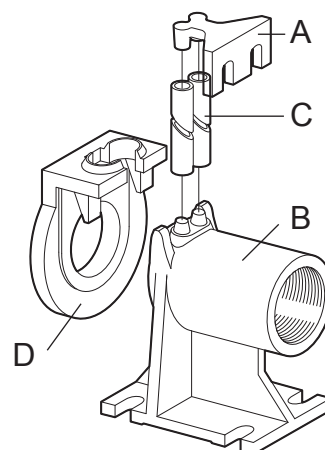

Abb. 7 Ankopplungs-Fuss
- Den Verankerungs-Bügel der Rohrführungen (Abb. 7 - Pos. A) am Rand des Beckens befestigen.
- Den Stützfuss zur automatischen Koppelung (Abb. 7 - Pos. B) am Boden des Abflussschachtes positionieren und mittels dem Senkblei überprüfen, dass die konischen Vorsprünge zum Einstecken der Rohrführungen mit den entsprechenden Vorsprüngen des Verankerungs-Bügels des Beckenrandes perfekt rechtwinklig sind. Es ist auch die Ebenheit mittels einer Wasserwaage zu überprüfen.
- Die Position der sich auf dem Stützfuss befindlichen Schlitzze anzeichnen und dann die korrekte Länge der Führungsrohre (Abb. 7 - Pos. C) feststellen.
- Den speziellen Gleitflansch (Abb. 7 - Pos. D) auf die Auslassöffnung der Pumpe montieren und das Seil oder die Kette an die Griffe oder Schlitzze am oberen Teil des Gehäuses anhaken.